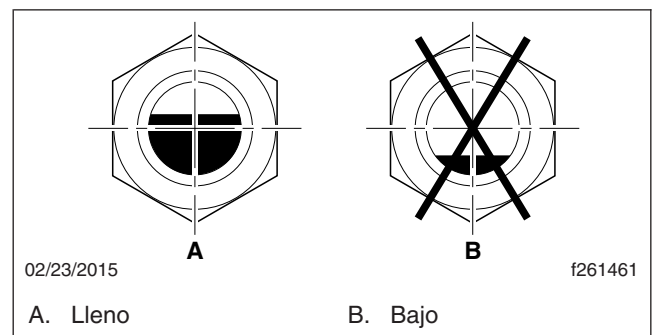

Figura 9, Mirilla de nivel del líquido para transmisión
2. Revise el nivel del líquido por la mirilla. Cuando el nivel del líquido cubre 3/4 de la mirilla o más, está al nivel mínimo o a más de éste. Vea la **Figura 9**.